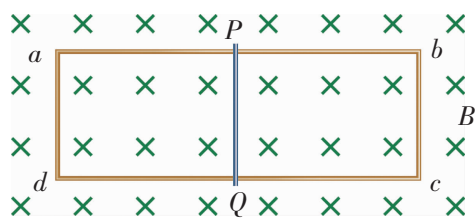

图 1-5
5. 如图 1-5 所示,  $abcd$  是矩形闭合金属框,  $PQ$  是金属导体, 可以沿着框边  $ab$ 、 $cd$  无摩擦地平移滑动, 整个框放在垂直于纸面向里的匀强磁场中. 设磁感应强度为  $B$ ,  $PQ$  长为  $L$ , 电阻为  $R$ ,  $ad$ 、 $bc$  的电阻都为  $2R$ ,  $ab$ 、 $cd$  的电阻不计. 当  $PQ$  以速度  $v$  向右匀速滑动时, 求金属棒产生的感应电动势  $E$ 、金属棒两端的电压  $U$ 、作用在金属棒上的外力  $F$  的大小和方向.